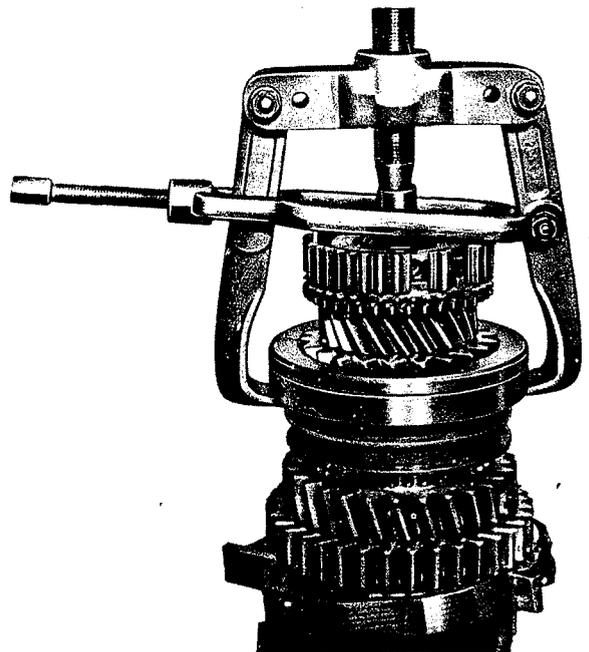

Fig. 15
1. Serrer l'arbre principal dans un étau entre des mordaches en plomb (le côté sortie, orienté vers le bas). Dégager le jonc d'arrêt (403). Extraire le manchon baladeur (408) du synchroniseur (407). Faire alors bien attention à ce qu'aucun des 3 ressorts de pression (406) des axes à rotule (405) et des éléments de pression (404) ne s'égare.
2. Placer l'extracteur „8” sur l'engrenage de 3e vitesse (413) (fig. 15); avec un extracteur ordinaire, on peut maintenant retirer les engrenages de la 3e, de la 4e et de la 5e vitesse de même que le synchroniseur. Enlever les cages des aiguilles (414).